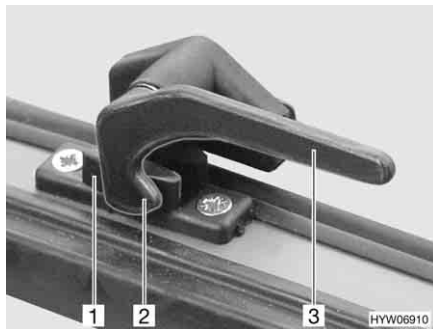

Bild 52 Verriegelungshebel in Stellung "geschlossen"
- Den Verriegelungshebel (Bild 52,3) eine viertel Umdrehung zur Fenstermitte hin drehen.
- Den Verriegelungshebel (Bild 52,3) eine viertel Umdrehung zum Fensterrahmen hin drehen. Die Verriegelungsnase (Bild 52,2) liegt auf der Innenseite der Fensterverriegelung (Bild 52,1).
- in Stellung "fest verschlossen" (Bild 52)